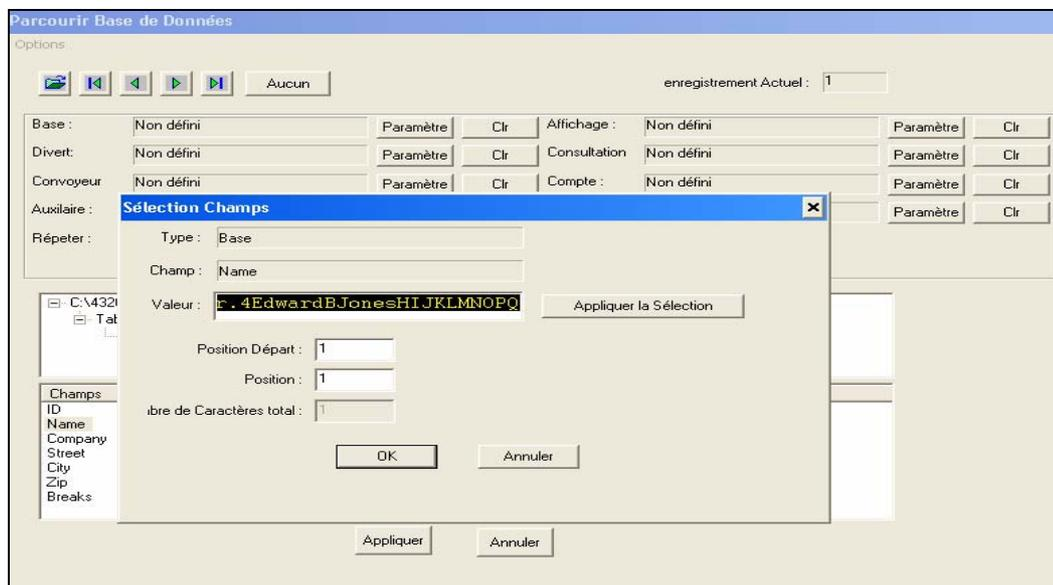

Figure 4-23: Paramétrage Interruptions de Tris
- 2 Sélectionner le périphérique où la tâche s'arrête et cliquer sur *Paramétrage*. Un écran apparaît lorsque l'utilisateur définit les paramètres *Sélection Champs* (voir Figure 4-23).